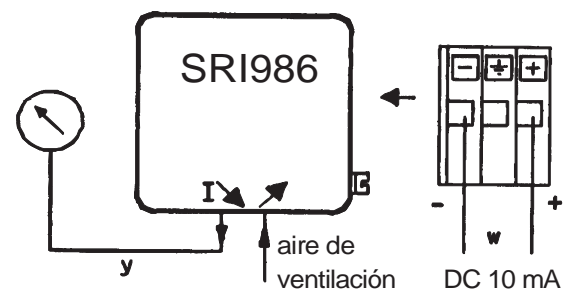

Fig. 24: Circuito de prueba
- Conectar el posicionador de acuerdo al circuito de prueba (fig. 24). Ajustar la ventilación a 1,4 bar.
g) Conectar el posicionador de acuerdo al circuito de prueba (fig. 24). Ajustar la ventilación a 1,4 bar.